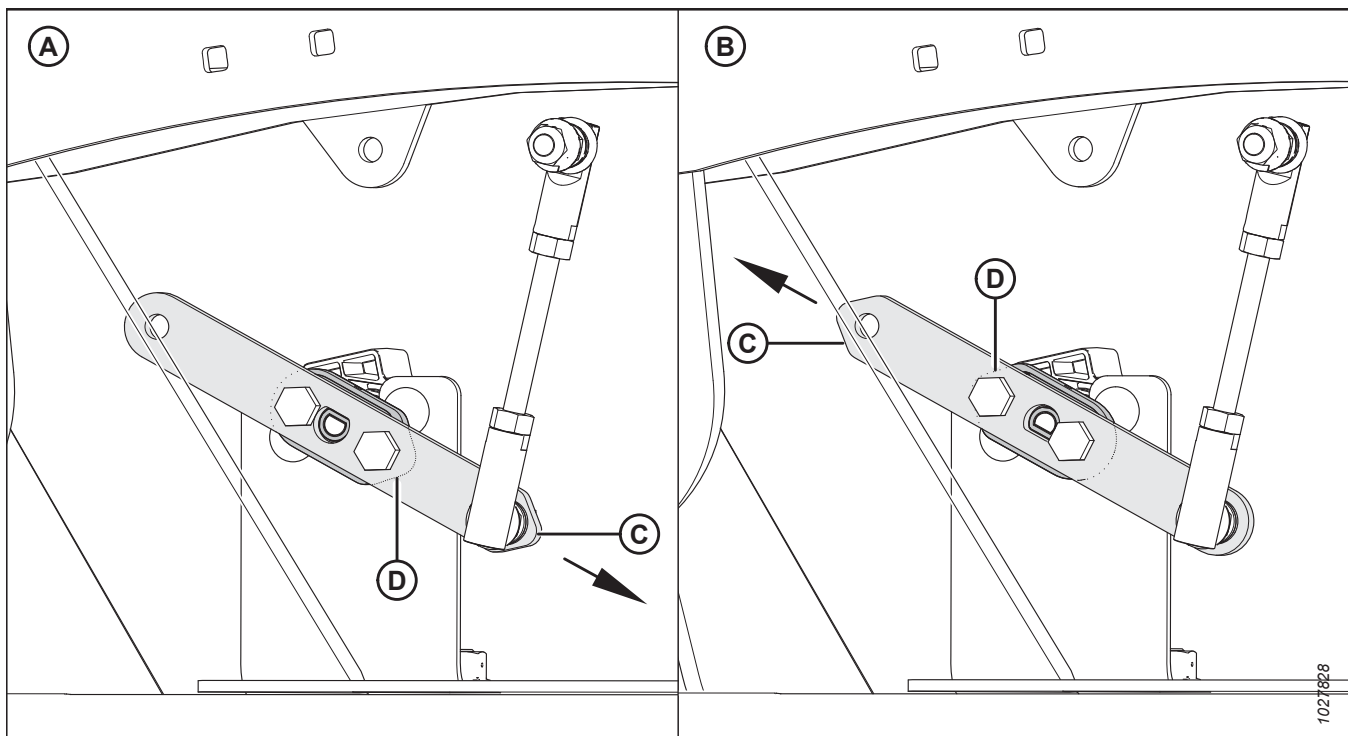

Figura 3.103: Configurações do sensor do braço/ponteiro
2. Certifique-se que o sensor do braço (C) e o ponteiro (D) estão configurados adequadamente para a sua máquina. Consulte a figura 3.103, página 106.